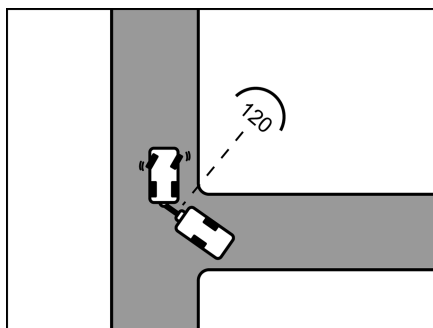

Fig. 10 Manœuvre à effectuer
- Dès que les deux véhicules se trouvent dans un angle de 120° l'un par rapport à l'autre, s'arrêter (Fig. 10).